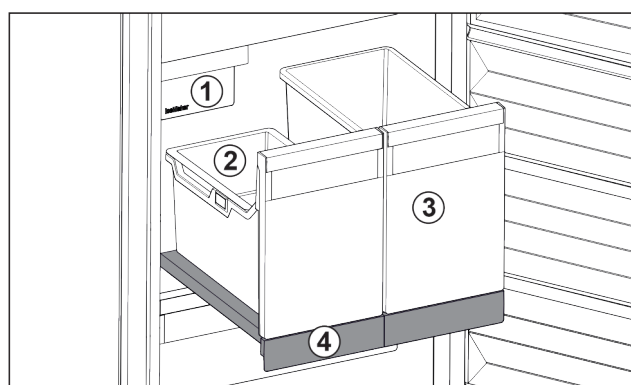

Fig. 93 Compartiment coulissant avec IceTower
- (1) IceMaker
- (2) Balconnet pour glaçons
- (3) Bac pour pizzas, boissons alcoolisées, etc.
- (4) Compartiment coulissant
Le compartiment coulissant comprend deux bacs hauts (IceTower). Le bac Fig. 93 (2) permet de recueillir et de stocker les glaçons de l'IceMaker. Les bacs Fig. 93 (3) sont conçus pour stocker des aliments hauts comme les pizzas et boissons alcoolisées.